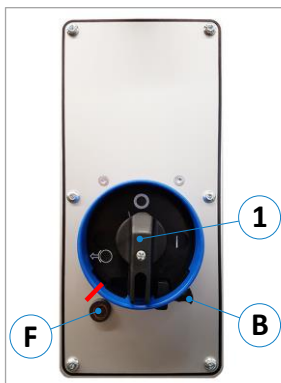

Figure 16 : commutateur de la machine (2,2 kW)
- Coupez l'interrupteur rotatif (1) (position « O »).
- Pivoter la barre de verrouillage (B) vers la gauche (voir marquage rouge dans ⇒ Figure 16).
- Tourner l'interrupteur rotatif (1) complètement à gauche